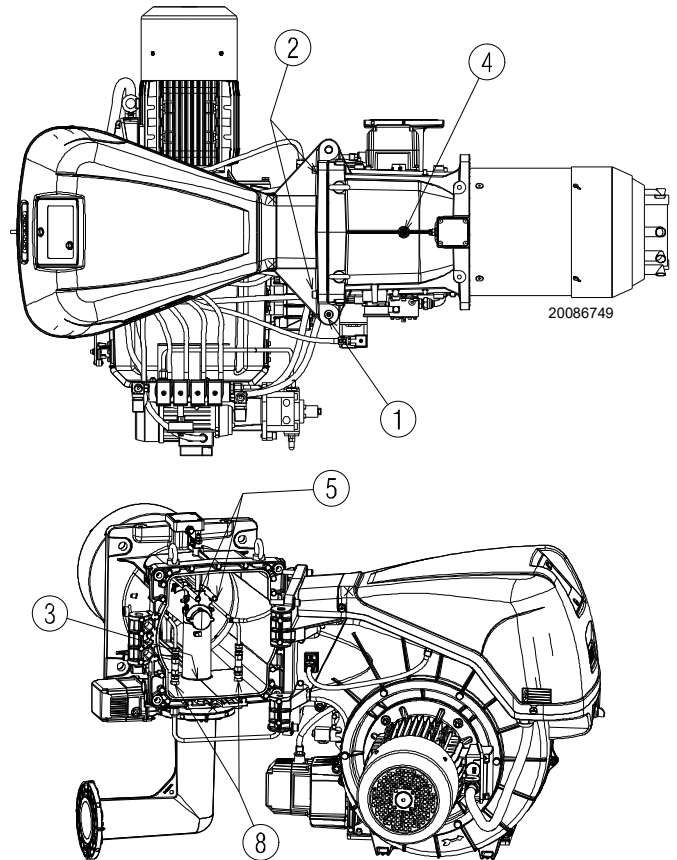

Fig. 16
Le brûleur sort de l'usine préparé pour l'ouverture vers la droite, en maintenant donc le pivot 1)(Fig. 16) en place.
- C ouvrir complètement le brûleur comme sur la Fig. 16 ;
Pour l'ouverture du brûleur du côté opposé, avant d'enlever le pivot 1)(Fig. 16), vérifier que les 4 vis 2) soient serrées. Puis, déplacer le pivot 1) sur le côté opposé, ce n'est qu'à ce moment-là qu'il est possible d'enlever les vis 2). Débrancher la prise 9)(Fig. 16) du pressostat de gaz général, puis procéder comme décrit ci-dessus au point C).